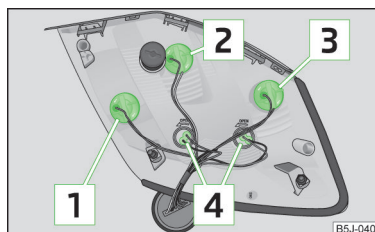

Fig. 162
Asignación de bombillas en la luz posterior » fig. 162.
- Para cambiar la bombilla girar el portalámparas hasta el tope en el **sentido contrario** al de las agujas del reloj y extraerla de la carcasa » fig. 162.